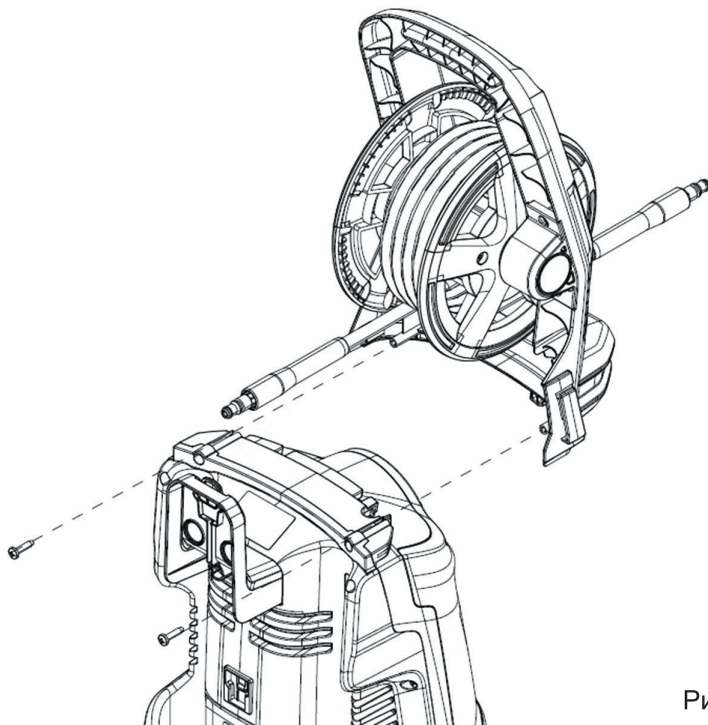

Рис. 2
1. Установите транспортировочную ручку с катушкой и шлангом высокого давления на мойку с помощью двух винтов (рис. 2) (только для модели МВЭ 2116К)